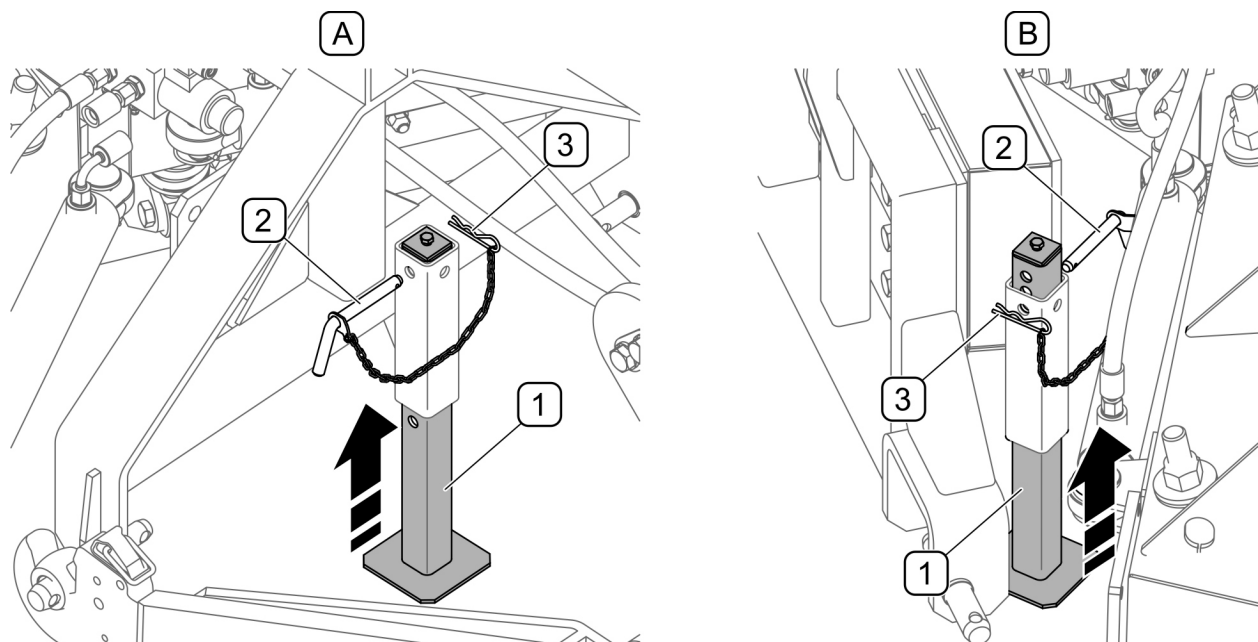

FIGURA 4.4 Puesto de estacionamiento
- baje la pluma y gire el bastidor hacia abajo (A) de modo que los puntos de fijación del bastidor de conexión rápida queden debajo de los ganchos de fijación del arado;
- levantar la pluma (B) de manera que los puntos de enganche superiores queden en los ganchos del arado, controlar la pluma del cargador e inclinar el bastidor hacia atrás (C) haciendo que se bloquee el mecanismo de enganche rápido;
- levantar el soporte de estacionamiento (FIGURA 4.4)
Durante el funcionamiento, después de fijar el arado al vehículo portador, se debe insertar el soporte de estacionamiento (1) en la guía hacia arriba (FIGURA 4.4) y fije su posición usando el pasador (2) y asegúrelo con el pasador de resorte(3)- no se aplica a arados con el enganche EURO-SMS.